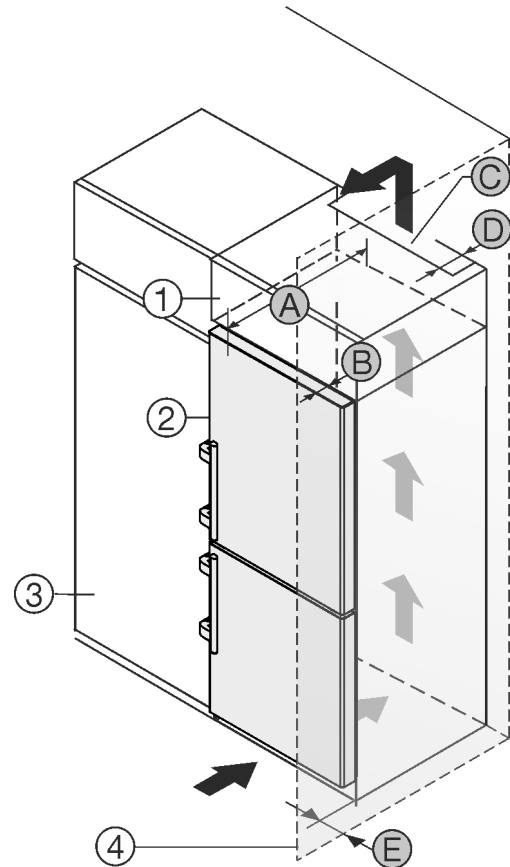

Fig. 2
- (1) Lisäkaappi*
- (2) Laite*
- (3) Keittiökaappi*
- (4) Seinä*
- (5) Laitteen syvyys*
- (A) Oven syvyys*
- (B) Ilmanvaihdon halkaisija*
- (C) Etäisyys laitteen takaseinään*
- (D) Etäisyys laitteen kylkeen*
Voit pystyttää laitteen suoraan jääkaapin *Fig. 2 (3)* viereen.* Lisäkaapin takana on oltava lisäkaapin levyinen poistoilma-kuilu, jonka syvyys on *Fig. 2 (D)*.*
Katon alapuolelle on jätettävä ilmanvaihdon poikkipinta-alaa *Fig. 2 (C)* vastaava tila.*
Jos asennat laitteen oven saranapuolen seinän *Fig. 2 (4)* viereen, laitteen ja seinän väliin on jätettävä vähintään 57 mm väli. Tämä vastaa kahvan ulkonemaa oven ollessa auki.*
Jotta voit avata ovet kokonaan, laitteen on oltava oven syvyyden *Fig. 2 (B)* verran ulospäin keittiökaappien etureunasta. Keittiökaappien *Fig. 2 (3)* syvyyden ja välikkeiden käytön mukaisesti laite voi olla ulompana.*